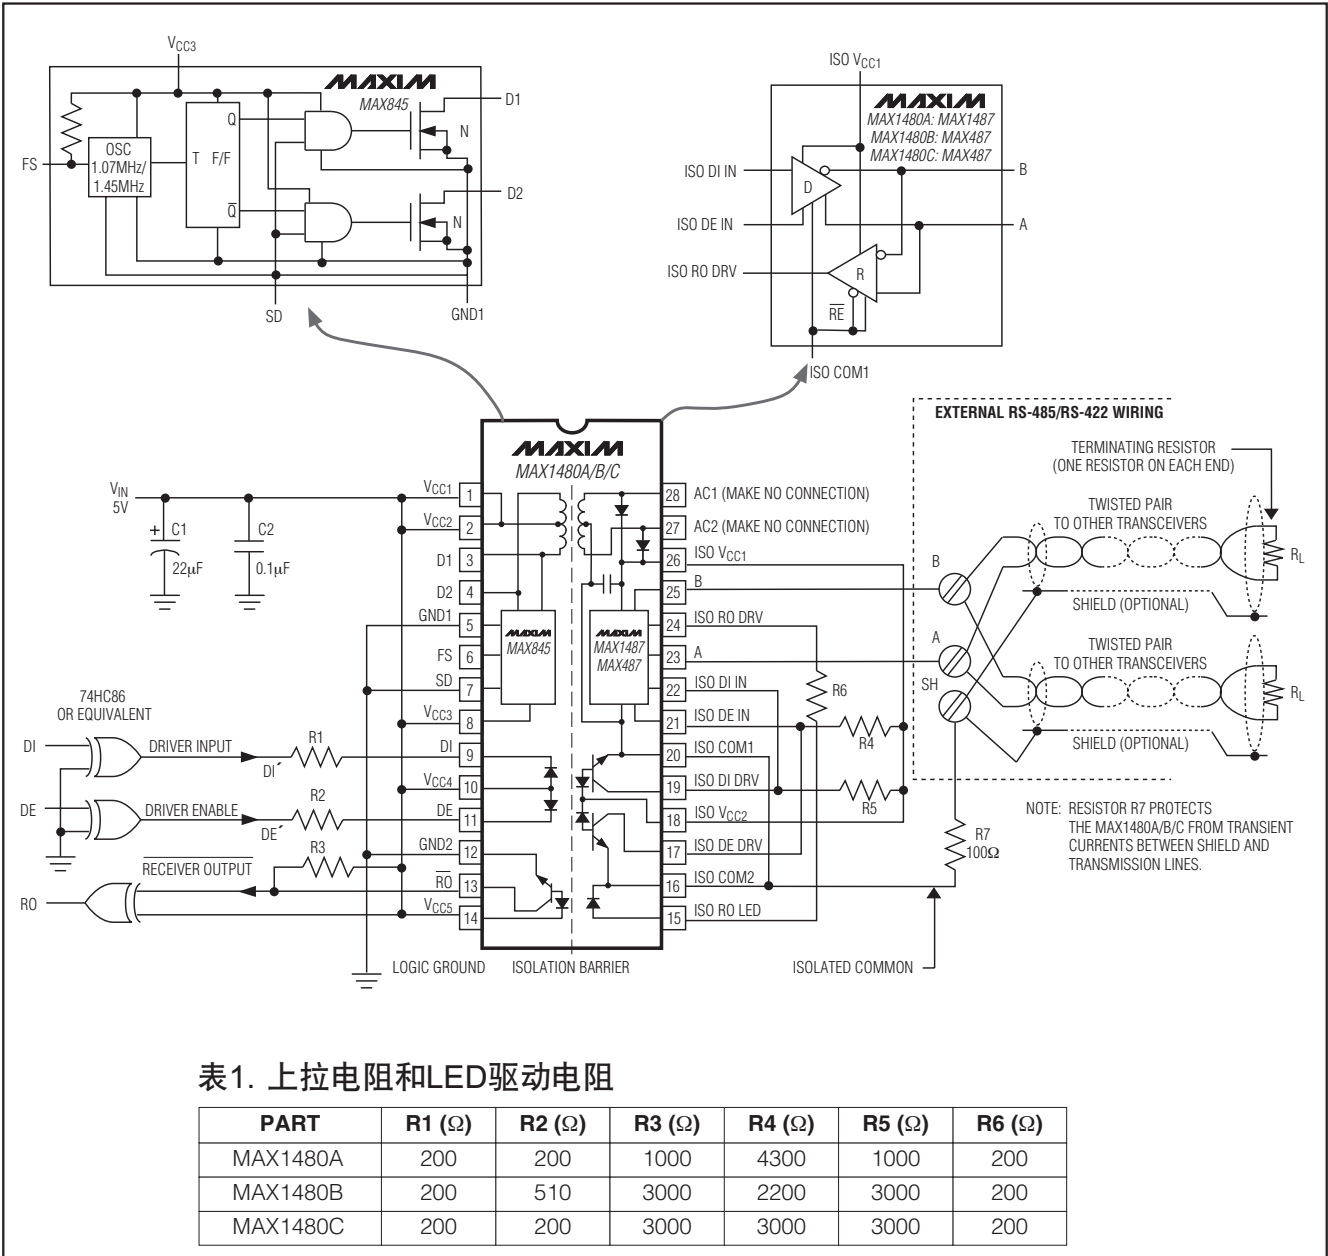
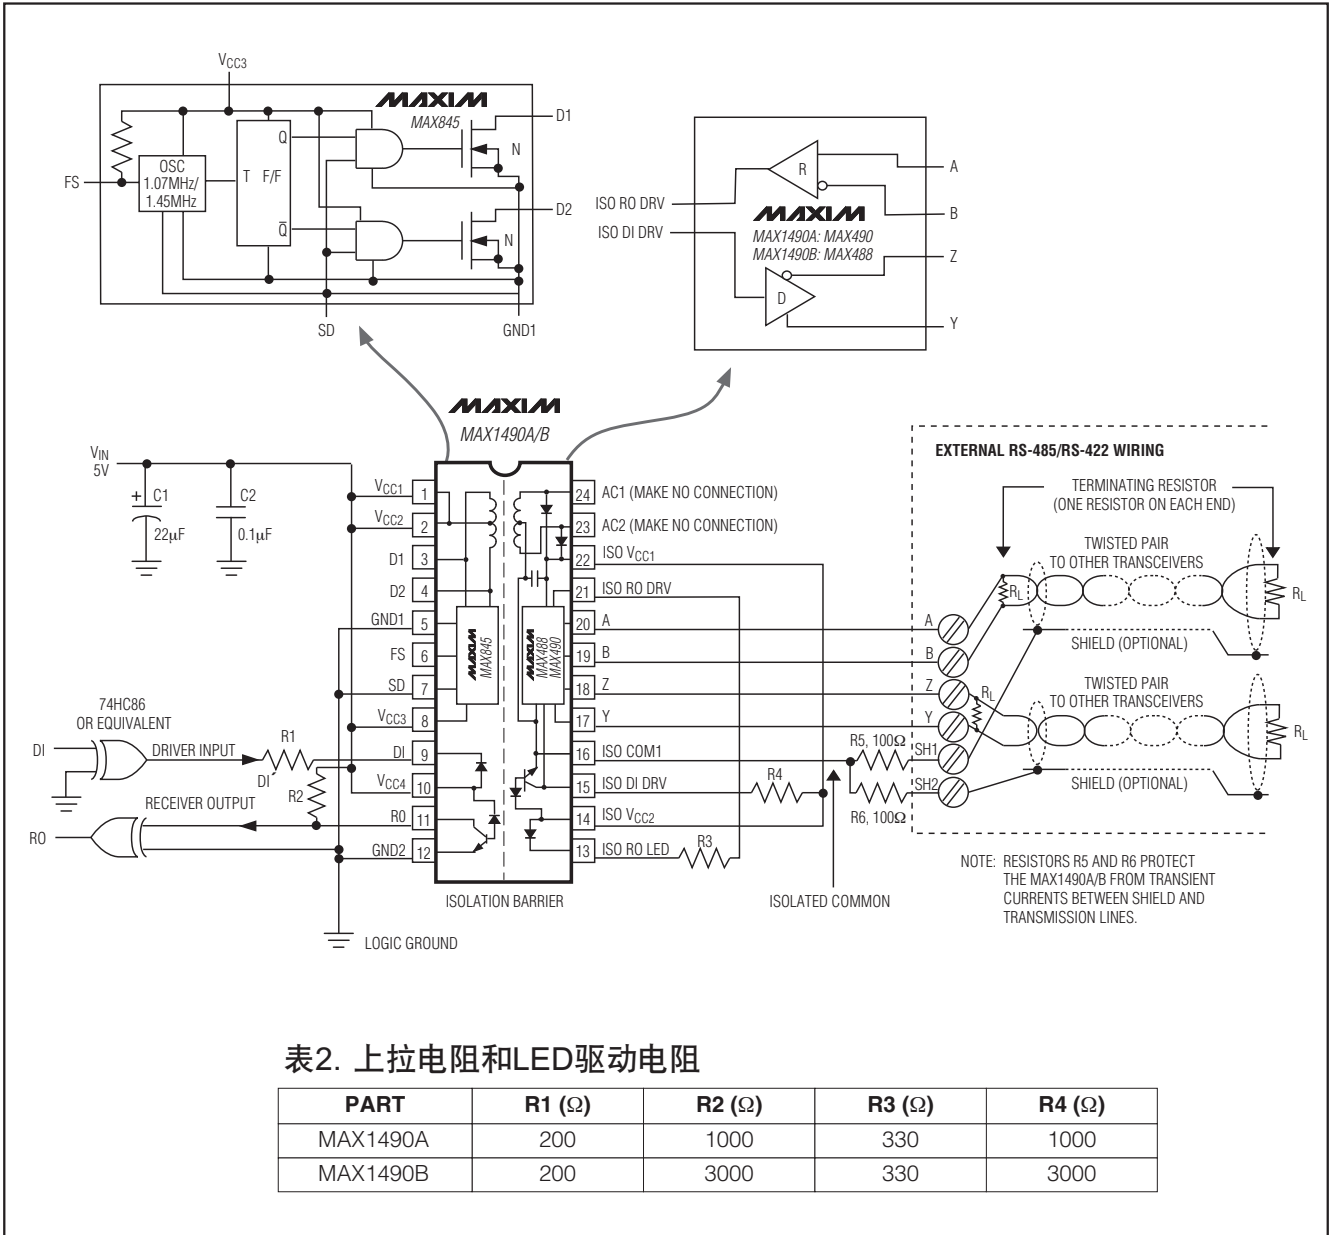
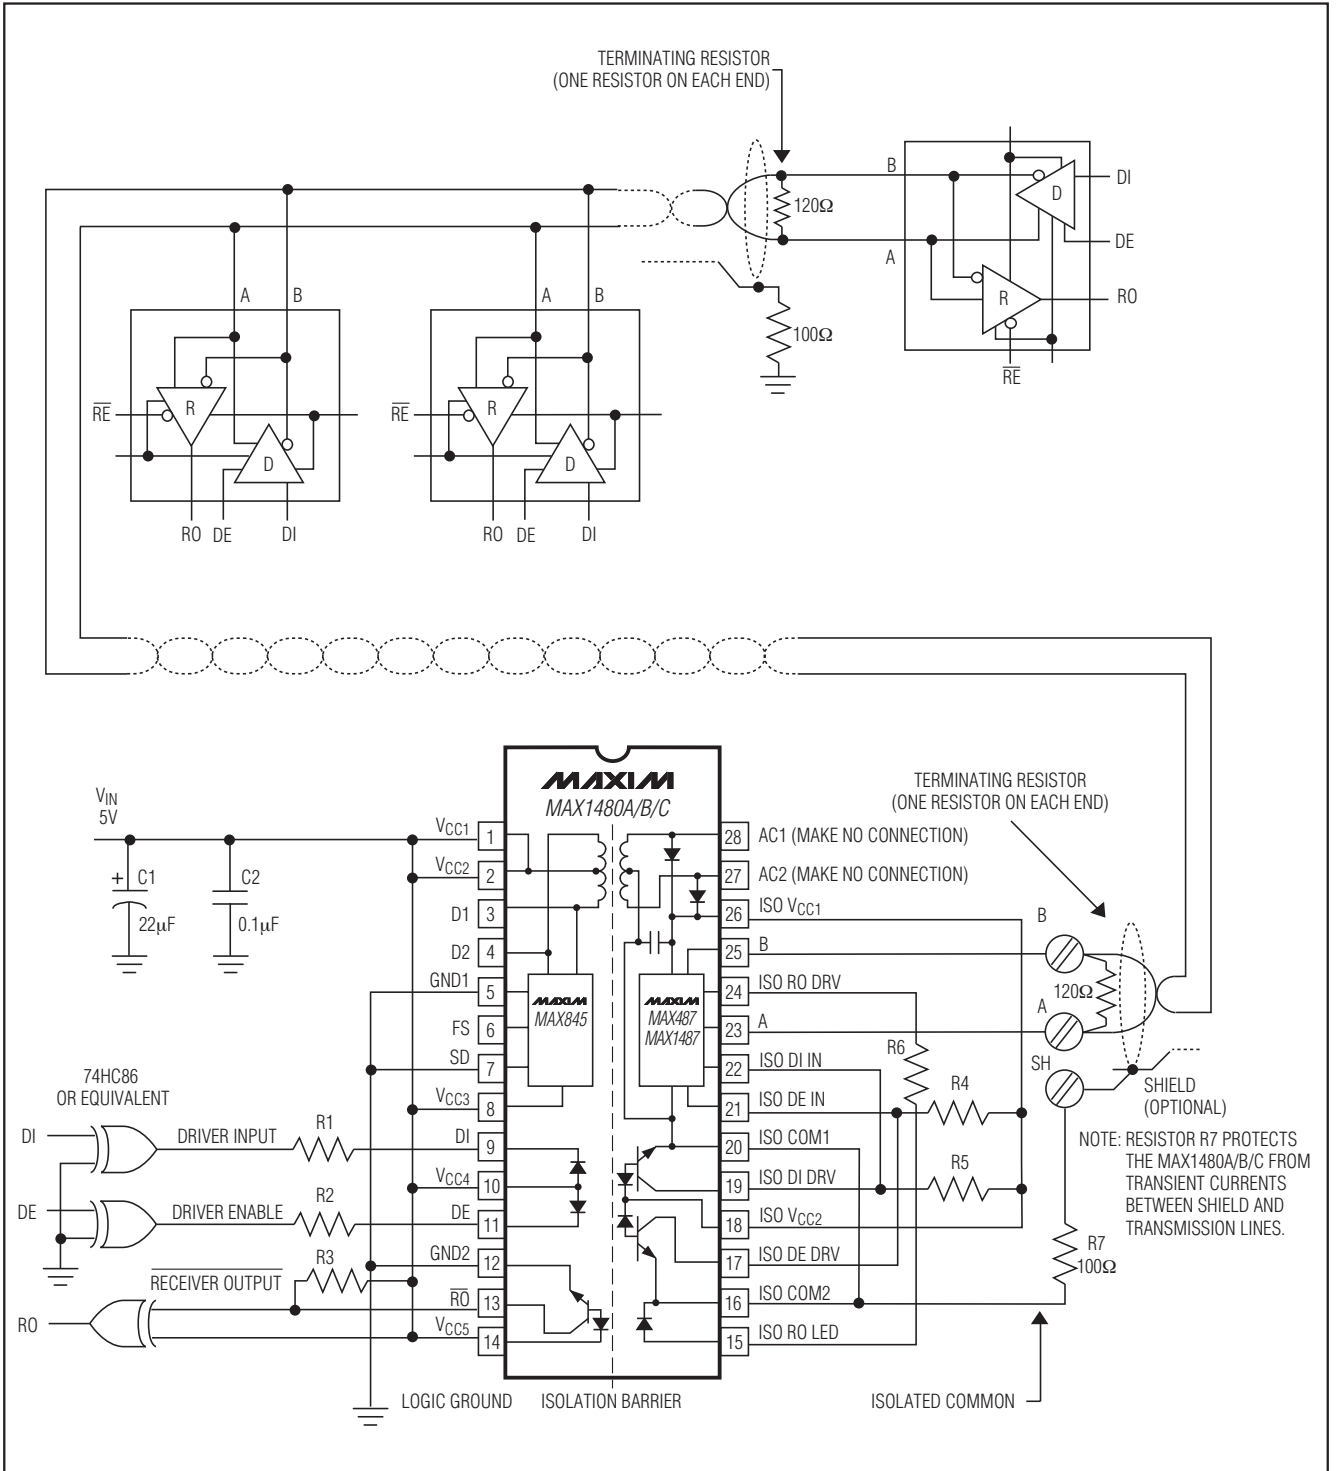
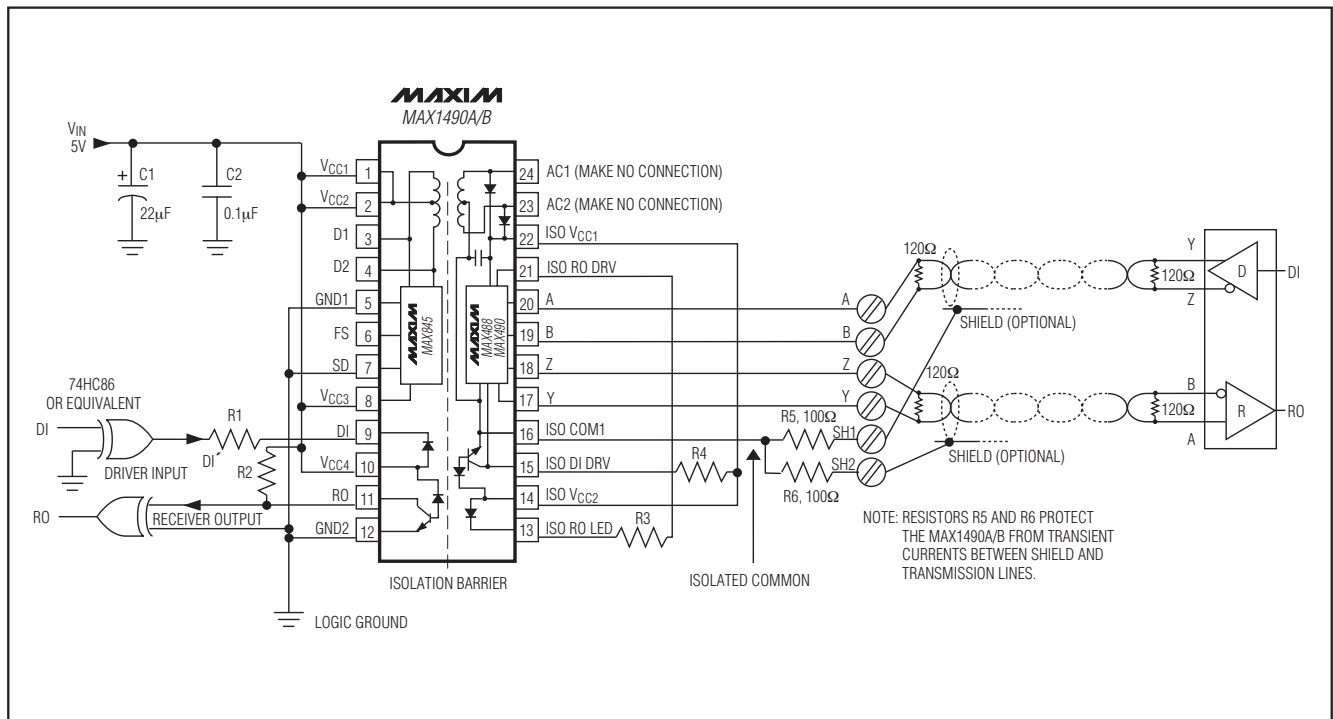

图1. MAX1480A/MAX1480B/MAX1480C详细原理图和典型应用电路
图2. MAX1490A/MAX1490B详细原理图和典型应用电路
图13. 典型的半双工RS-485/RS-422网络
图14. 典型的全双工RS-485/RS-422网络
Note 2: For DE' and DI' pin descriptions, see *Detailed Block Diagram and Typical Application Circuit* (Figure 1 for MAX1480A/MAX1480B/MAX1480C, Figure 2 for MAX1490A/MAX1490B).
注：关于DE'和DI'引脚的说明，请参见详细原理图和典型应用电路部分(MAX1480A/B/C如图1所示，MAX1490A/B如图2所示)。
MAX1480A/MAX1480B/MAX1480C/MAX1490A/MAX1490B是完备的电气隔离型RS-485/RS-422数据通信接口解决方案。收发器、光耦、电源驱动器和变压器集成在一个标准的28引脚DIP封装内(MAX1490A/B为24引脚)，提供完备的接口方案。信号和电源通过电气隔离在内部传输(图1和图2)。电源从逻辑侧(非隔离侧)通过一个中心抽头变压器传输到电气隔离侧。信号通过高速光耦实现电气隔离。逻辑侧的+5V单电源为接口两侧电路供电。MAX1480A/B/C提供半双工通信，MAX1490A/B则支持全双工通信。输入/输出的对应关系如表3至表6所示。
*关于DE'和DI'引脚的说明，请参考详细原理图和典型应用电路部分(MAX1480A/B/C参见图1，MAX1490A/B参见图2)。
MAX1480A/MAX1480B/MAX1480C设计用于多点总线传输网络的双向数据通信。MAX1490A/MAX1490B设计用于点对点全双工、双向通信。图13和图14分别为半双工、全双工网络的典型应用电路。为了将反射降至最小,线路两端采用阻值等于特征阻抗的电阻进行端接,并使主干线的分支长度尽可能短。摆率受限的MAX1480B/MAX1480C/MAX1490B对于终端不匹配和主干线分支的容差能力更强。
MAX1480A/MAX1480B/MAX1480C/MAX1490A/MAX1490B按照图1中的表1和图2中的表2所提供的电阻值构建电路并测试规格参数，改变所推荐的电阻值会降低性能。
隔离公共端可以相对于逻辑地和有效的网络地完全悬浮。接收器输入电阻将使隔离公共端的电压达到接收器输入的平均电压。如果使用屏蔽电缆，可以将隔离公共端通过一个100Ω电阻连接到电缆的屏蔽层。对于MAX1490，每个屏蔽层都应该接100Ω电阻(图1、图2、图13和图14)。